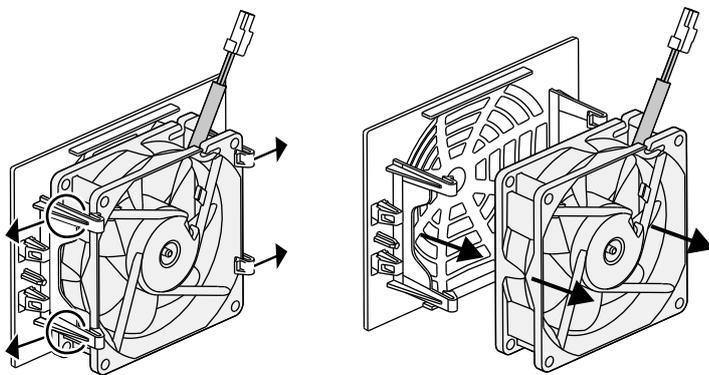

Fig. 63 : démontage de la grille du ventilateur
5. Il est encore possible de retirer le ventilateur de sa grille. Pour cela, appuyer légèrement sur les pattes de fixation vers l'extérieur et extraire le ventilateur.  **Fig. 63**